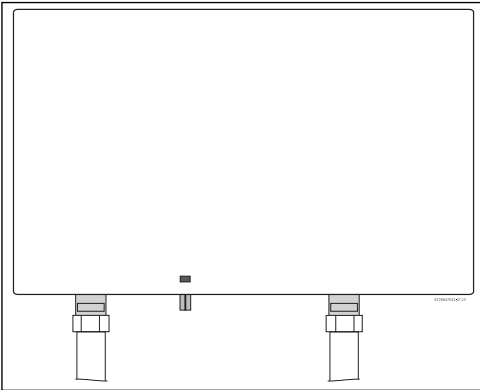

Fig. 5 Montage en position verticale
- ▶ Le chauffe-eau ne peut être installé que conformément à l'orientation présentée Fig. 5 i.e., c'est-à-dire, en position verticale avec les raccords d'eau en bas. **Le chauffe-eau ne peut en aucun cas être installé d'une autre manière.**